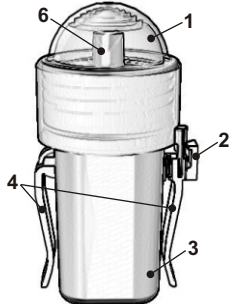

Fig. 3
2. Estrarre la luce dalla tasca laterale del giubbotto ed agganciarla alla fettuccia posta sul collare del giubbotto (fig. 3) mediante i supporti laterali (fig. 1.4) posizionati sul corpo della luce (fig. 1.3).